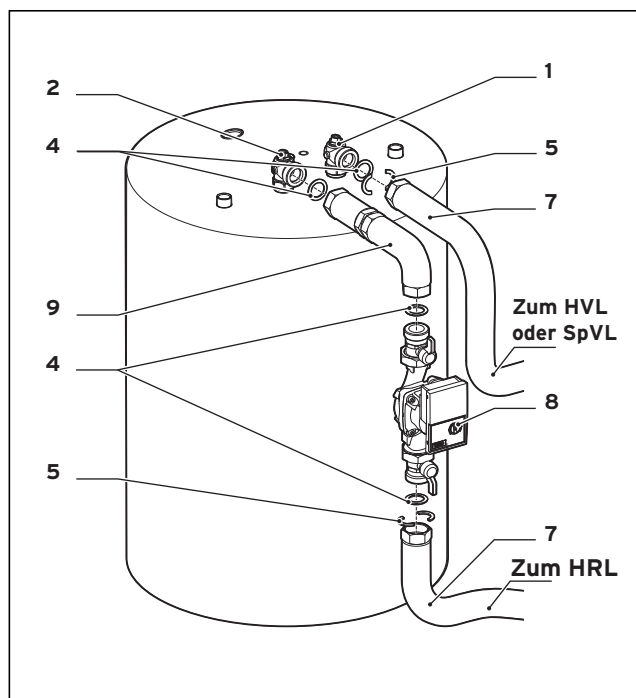

Abb. 6: Montage des Speicherladesets am uniSTOR VIH R 120 - 200
- Messingwinkel (1) am Vorlauf (VL) und Messingwinkel (2) am Rücklauf (RL) des Speichers einhanfen (s. Abb. 6 bis 8).